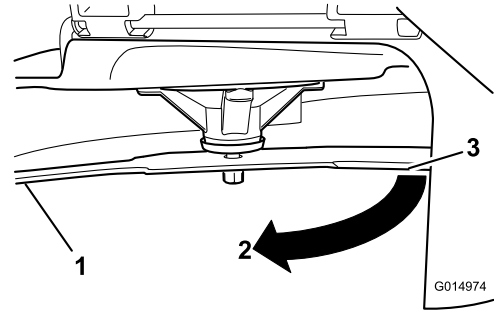

**Figura 114**
2. Llevando guantes fuertemente acolchados u otro tipo de protección apropiada para las manos, gire la cuchilla lentamente hasta una posición que permita medir la distancia entre el filo de corte y la superficie nivelada en la que descansa la máquina (Figura 114).